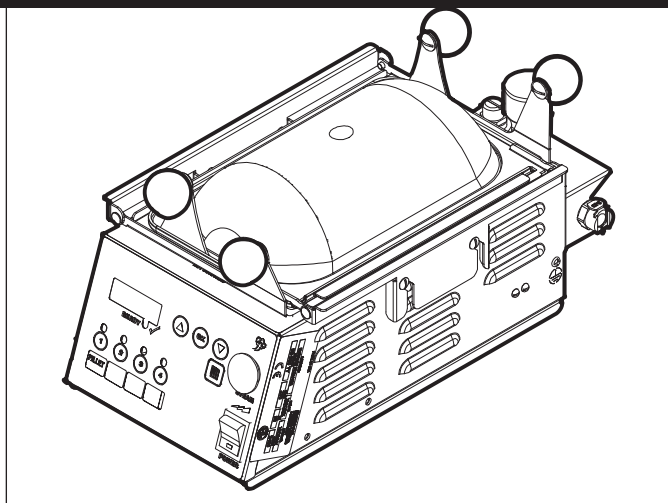

Figura 1. Vaporizador de superficie SS-200TT
- La unidad del vaporizador (Figura 1)